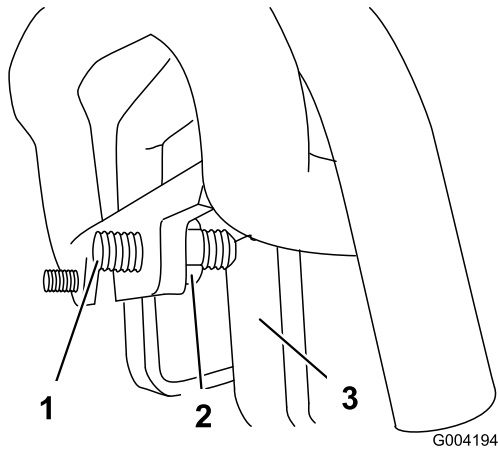

Figure 48
3. Si la machine se déporte vers la **gauche**, desserrez l'écrou de blocage **droit** et ajustez la vis de réglage de correction directionnelle à l'avant de la commande de déplacement (Figure 48).
4. Si la machine se déporte vers la **droite**, desserrez l'écrou de blocage **gauche** et ajustez la vis de réglage de correction directionnelle à l'avant de la commande de déplacement (Figure 48).